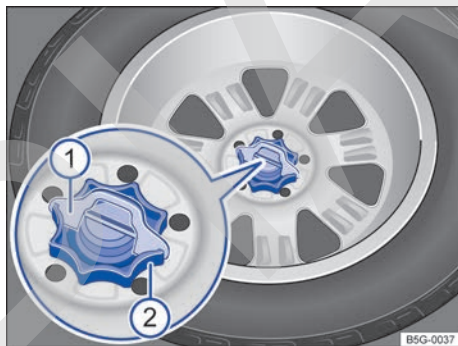

Fig. 219 En el maletero: ruedecilla para fijar la rueda de repuesto.
- Dado el caso, extraiga la cuña del seguro anti-giro → fig. 219 ① hacia arriba.
- Desenrosque por completo la ruedecilla central que sujeta la rueda de repuesto ②, en el sentido contrario al de las agujas del reloj, y extraiga la rueda de repuesto.